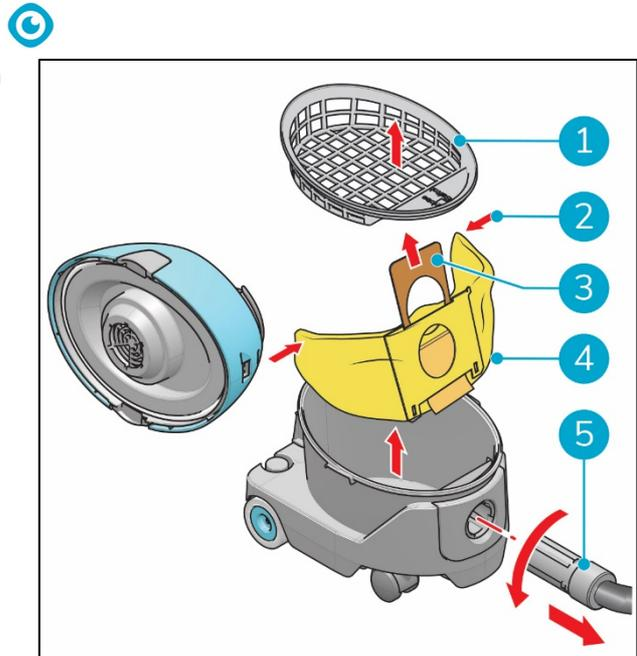

Figure 10
6. Faites tourner le tuyau (Figure 10, pos. 5) en sens antihoraire et retirez-le du raccord.
7. Retirez le sac filtrant (Figure 10, pos. 1).
8. Tirez sur la languette en carton (Figure 10, pos. 3) pour sceller le sac à poussière.
9. Pliez les extrémités du sac à poussière (Figure 10, pos. 2) l'une vers l'autre.
10. Retirez l'ancien sac à poussière (Figure 10, pos. 4).